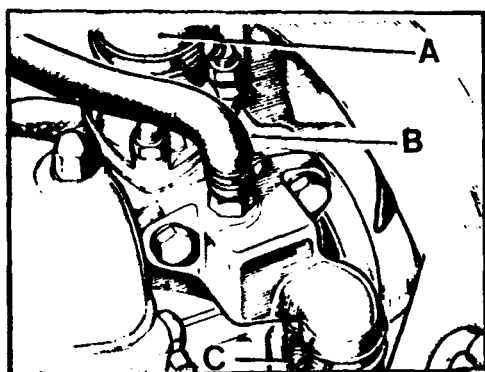

Fig. A1-64 Desmontaje de manguitos
- 1.4. Desconectar el manguito superior del radiador, A (Fig. A1-64) en su unión a la culata. Desconectar los manguitos, B, de entrada y salida de agua al calefactor y aflojar la brida, C, del manguito tubería derivada.